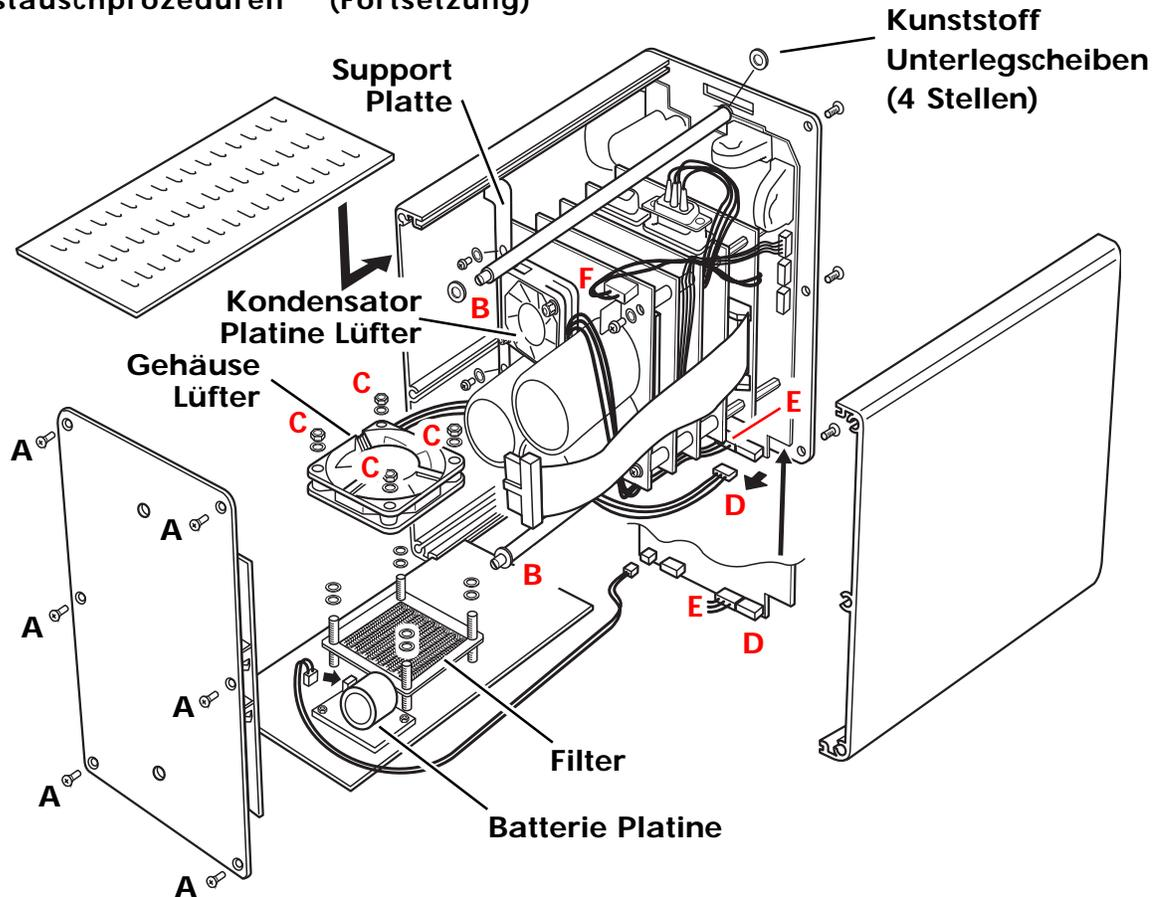

Abbildung 8.2 Prozessor Module - Einzelteile
In Abbildung 8.2 sehen Sie eine Teilansicht der Prozessor Einheit. Zur besseren Darstellung ist eine Seitenplatte entfernt. Dies ist allerdings für die im Folgenden beschriebene Prozedur nicht immer nötig.
2. Legen Sie das Modul auf die Seite und ziehen Sie die untere Platte (mit dem externen Lüfter) heraus. Entfernen Sie den Lüfteranschluss ('D' in Abbildung 8.2), sobald Sie darauf zugreifen können.
2. Entfernen Sie die Anschlüsse der Kondensator Platine ('F' in Abbildung 8.2)
10. Stellen Sie die Anschlüsse der Kondensator Platine (F) und des Lüfters (E) wieder her.